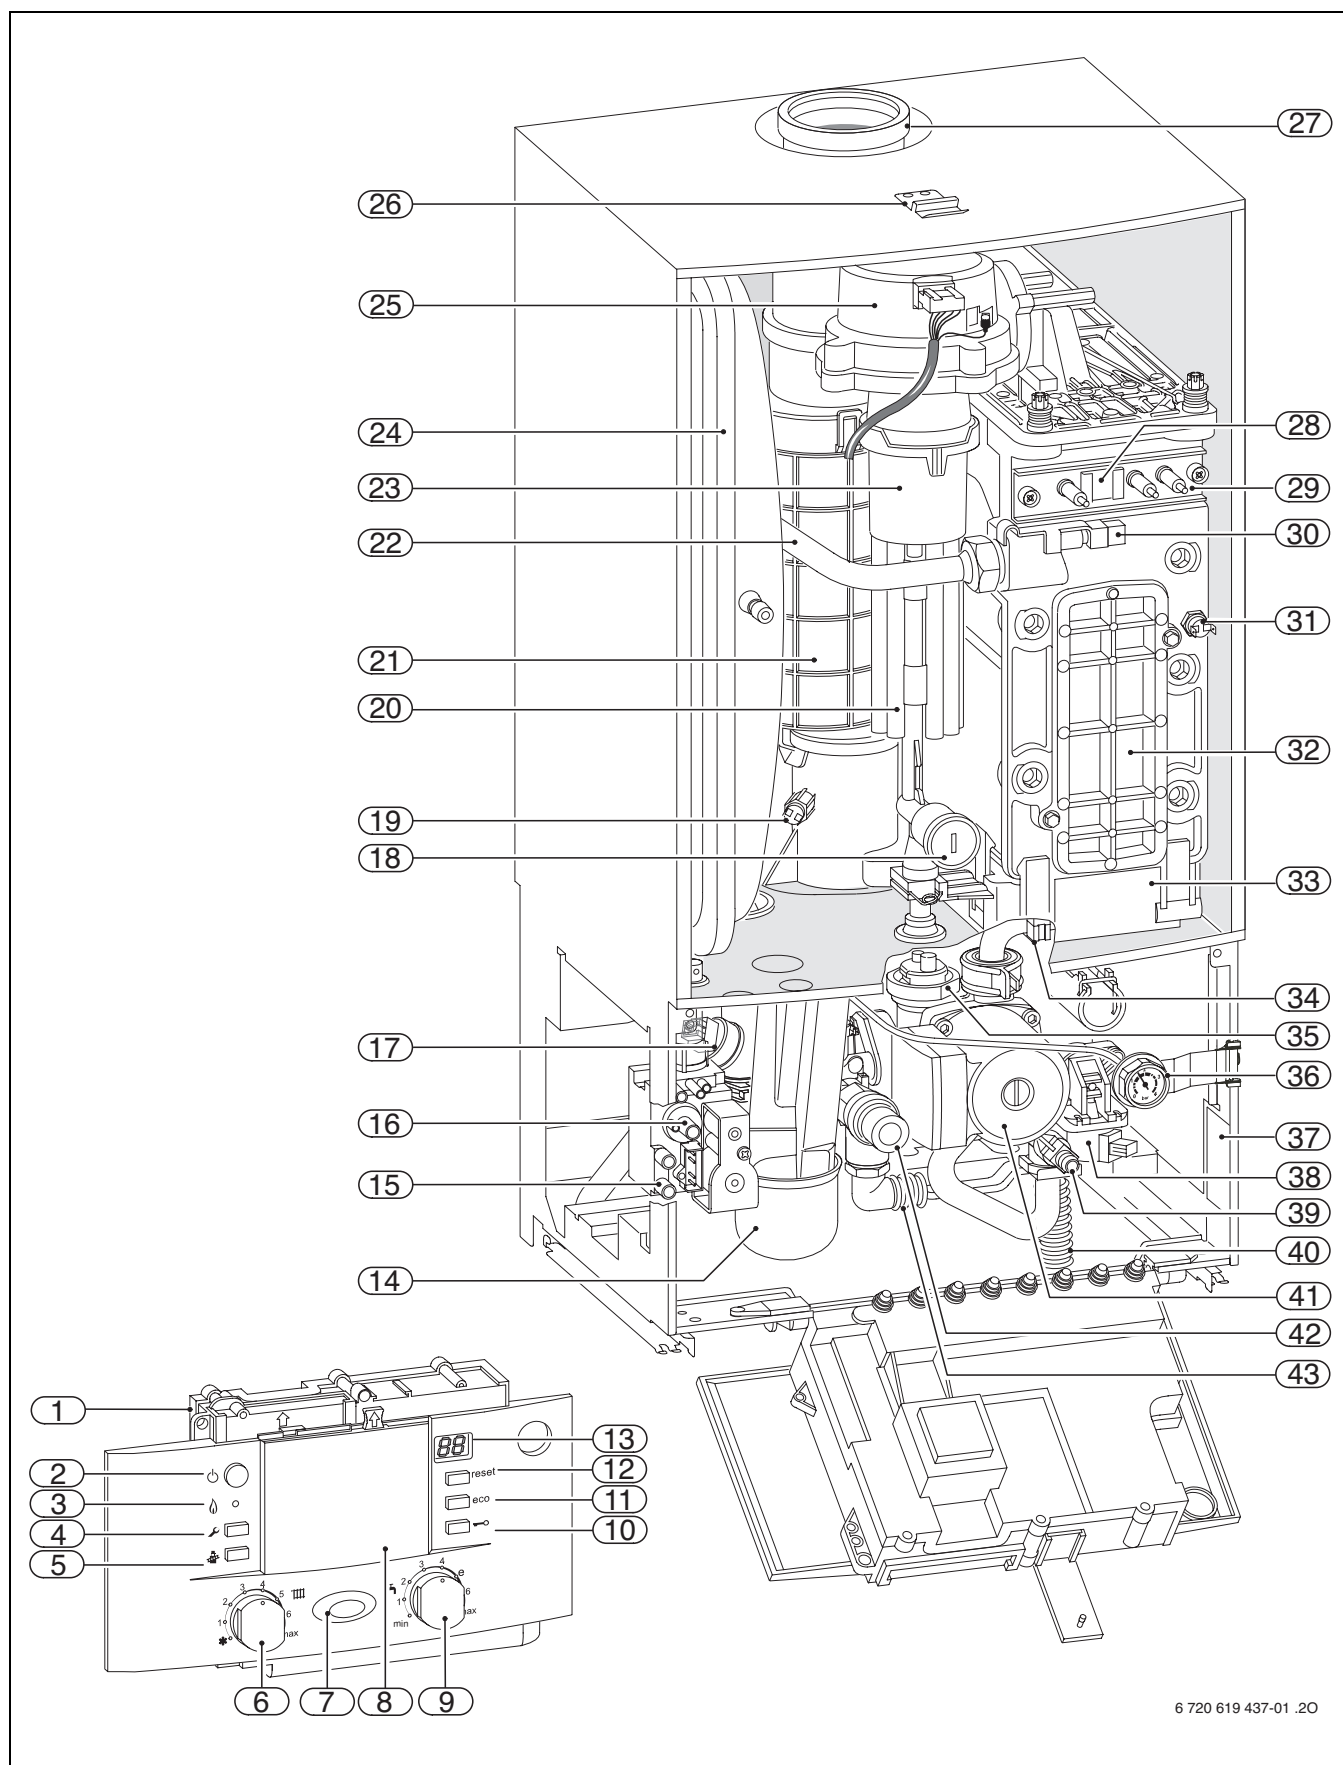

Fig. 3
Plăcuță de identificare (37) se găsește în interior în dreapta sub aparat (→Fig. 3, pagina 10).
Legendă la Fig. 3: